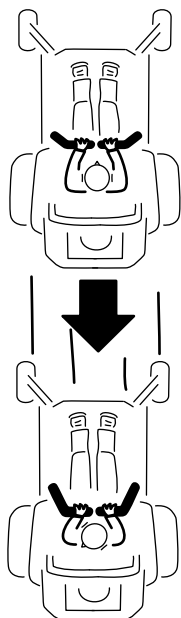

Рисунок 24
2. Щоб повернутись назад, повільно потягніть важелі керування за допомогою руху назад (Рисунок 24).